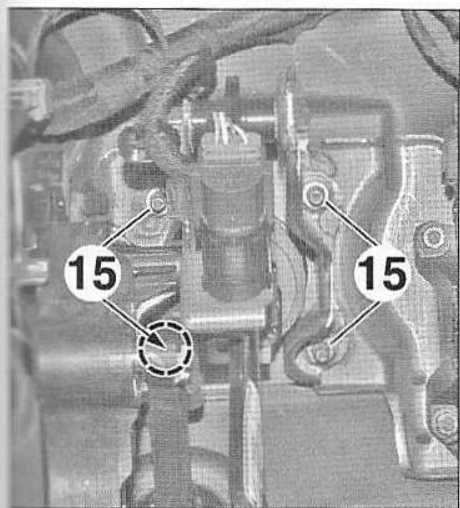

FIG.41
- Déposer les écrous (15) (Fig.41).